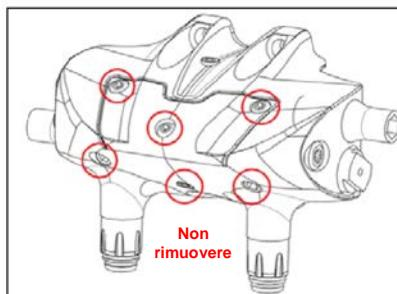

Figura J-2 Non rimuovere le viti
- Non rimuovere le viti dal tappo idraulico che si trova nella sezione cerchiata del cilindro, la rimozione della vite può causare guasti imprevedibili **(Figura J-2)**